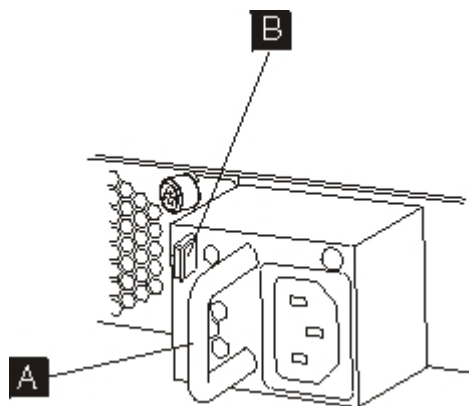
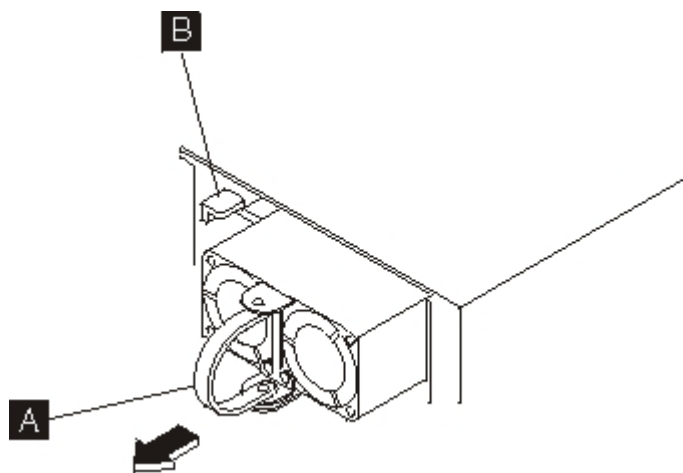

Figura 23. Retirada de un módulo de fuente de alimentación en un dispositivo Tipo 7198
Figura 24. Retirada de un módulo de fuente de alimentación en un dispositivo Tipo 7199
- a. Agarre con firmeza el asa **A** del módulo que ha fallado mientras presiona el mecanismo de cierre naranja **B** hacia el asa, y sostenga el mecanismo de cierre en esa posición, como se muestra en in Figura 23 o Figura 24.